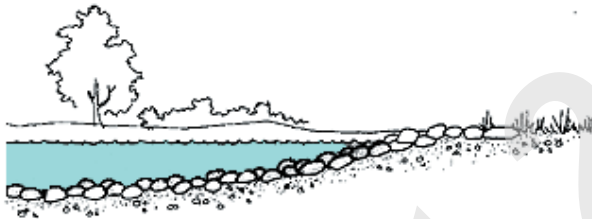

Fig. 422
- 422 *Rullestein*. En rullesteinsstrand er enkel å få til, se fig 422., men det blir sjelden pent hvis man setter rullesteinene i betong. Det ser riktigere ut hvis de blir lagt som en slak skråning i bassenget.